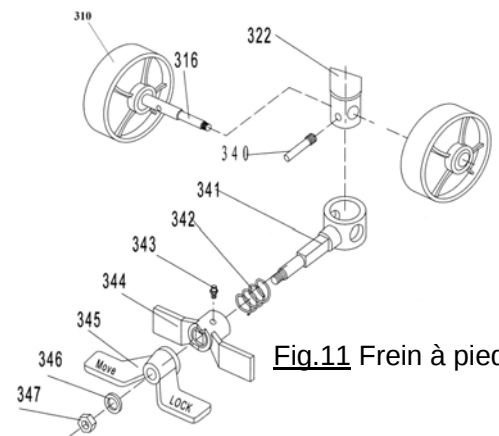

Fig.11 Frein à pied
Pour serrer le frein, actionnez le côté « LOCK » (blocage) du disque de frein (Fig. 11, pos.345) pour le positionner à 45°. Pour desserrer le frein, actionnez le côté « MOVE » (déplacement) du disque de frein (Fig. 11, pos.345) pour l'amener en position horizontale.